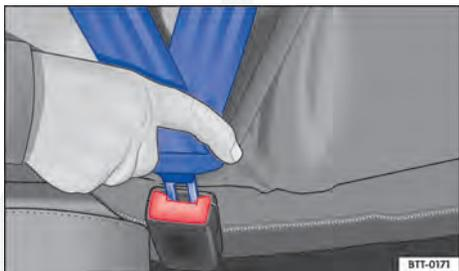

Fig. 64 Introduzir a lingueta do cinto de segurança no fecho do cinto de segurança.
- Introduzir a lingueta do cinto de segurança firmemente no fecho do cinto de segurança pertencente ao assento ⇒ Fig. 64.